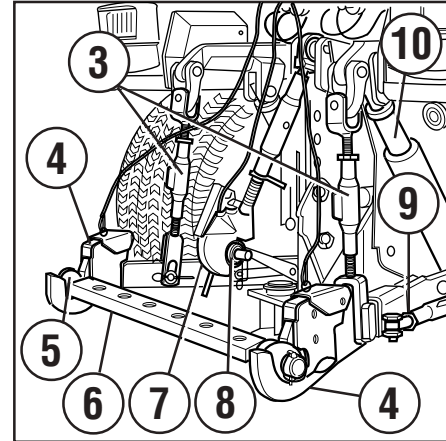

Abb. 31
Abb. 31), komplett mit Gelenken (5 Abb. 31) und Lochbalken (auf Anfrage, 6 Abb. 31), und der oberen Zugstange (7 Abb. 31), komplett mit Gelenk (8 Abb. 31) und Stellmuffe zur Ankupplung des oberen Dritten Punktes, wodurch eine Schnellankupplung der Ausrüstung möglich wird.
Der Hub erfolgt über zwei seitliche Zylinder, die einfach- oder (auf Anfrage) doppelwirkend sein können (10 Abb. 31). Bei doppelwirkendem Hubwerk verfügt die Maschine über eine Schwimmerposition für die Ausrüstungen, die einfach nur abgesetzt werden und dem Bodenprofil nachfahren sollen und daher frei schwen-
Die hintere Drei-Punkt-Kupplung wird durch die zwei Verbindungszugstangen (3 Abb. 31) eingestellt, die ihrerseits mittels Drehmuffe verstellbar sind, um die Anbringung und die Verwendung der verschiedenen Werkzeuge zu erleichtern.
**VORSICHT!** Vor Beginn einer Arbeit muss daran gedacht werden, die seitliche Ausladung der beiden unteren Arme durch Spannen der Stabilisator-Zugstangen (9 Abb. 31) zu verringern.
Zum Schleppen von landwirtschaftlichen Ausrüstungen kann unter bestimmten Arbeitsbedingungen der gelochte Balken (6 Abb. 31) verwendet werden, der auf den unteren Armen des Hebewerks angebracht wird.